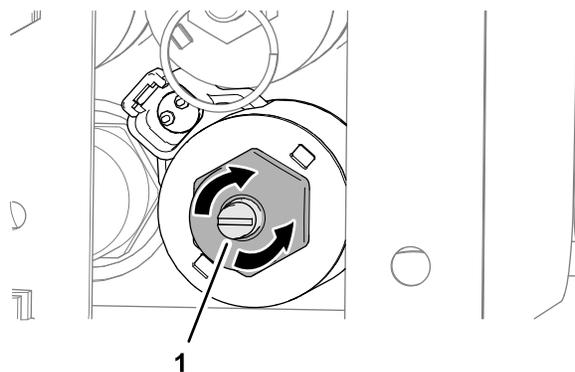

Рисунок 32
1. Поверните винт с шестигранной головкой, предназначенный для ручного управления клапаном, по часовой стрелке для увеличения скорости движения транспортера (Рисунок 32).